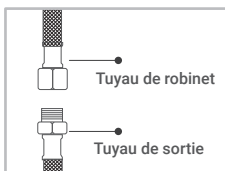

Figure 5
• Si le tuyau du robinet est de 3/8", il peut être directement connecté au tuyau de sortie. (Figure 5)